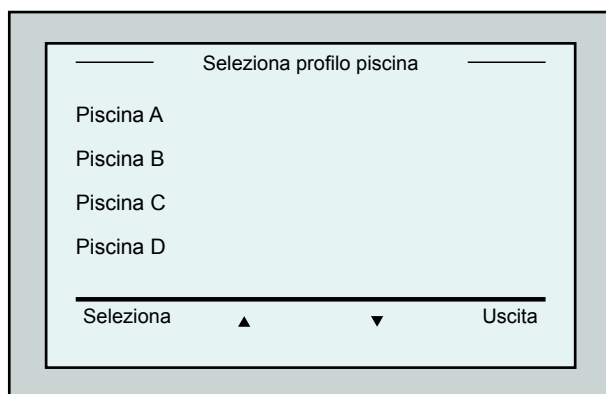

Figura 9: Schermata Profilo piscina
2. Dalla schermata Wave, premere **Piscina A**. Appare la schermata *Profilo piscina* (Figura 9).